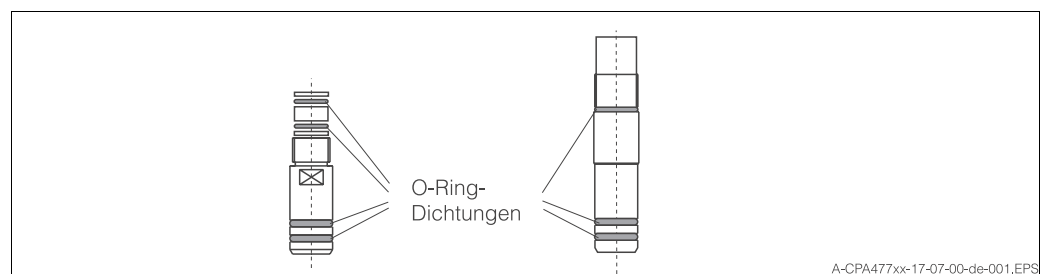

Abb. 3.14: O-Ring-Dichtungen der CPA 477 (mediumsberührend)
- Mediumsberührende O-Ringe (s. Abb. 3.14) regelmäßig auf Beschädigungen untersuchen und in angemessenen Zeitabständen auswechseln.